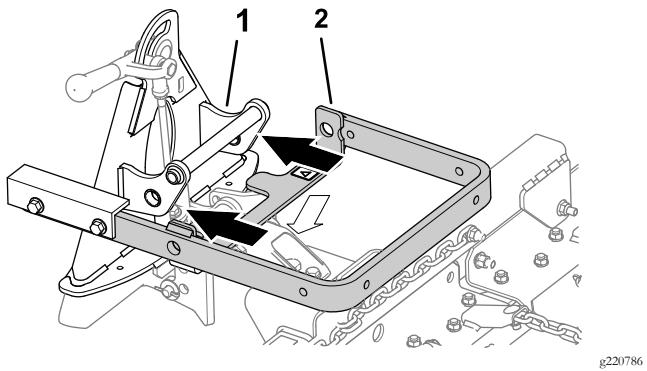
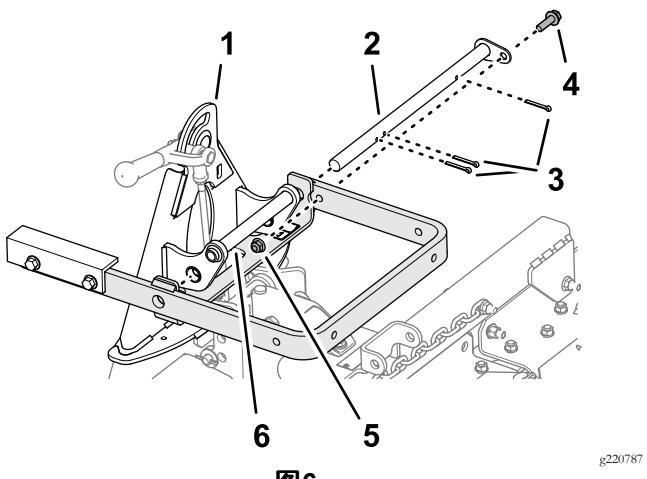

图5
图6
4. 将提升臂与附件连接器上的支架对齐 图5 然后如 图6 所示用枢轴杆将它们连接起来。
注意 当移动附件连接器时应使用连接器背面提供的手柄图5。
5. 用 3 个开口销、1 个螺栓 $\frac{3}{8} \times 1\frac{1}{4}$ 英寸和锁紧螺母 $\frac{3}{8}$ 英寸固定枢轴杆图6。
因此当提起并移动附件时务必使用附件的连接器背面的手柄图5。